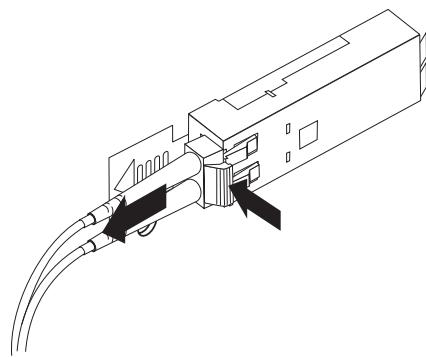

図 34. LC-LC ファイバー・チャネル・ケーブルの取り外し
2. 図 34 に示すように、ケーブルのレバーを押し下げるときは、コネクターを慎重に引っ張って、SFP モジュールからケーブルを取り外します。